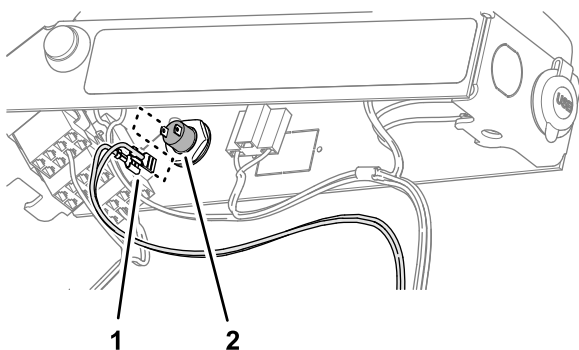

Figura 108
4. Conecte los terminales de el ramal del arnés de cables marcado REMOTE ENGAGE SWITCH a los terminales del interruptor de botón (Figura 108).